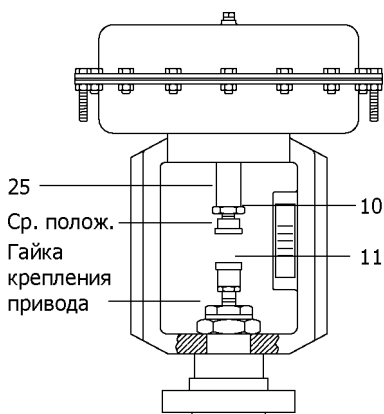

Рис. 2
3.1 Монтаж привода PN9000E на клапане (Рисунок 2 и 3):
- Снимите переднюю и заднюю скобы (13) и (14), затем снимите адаптер (11).
- Убедитесь что плунжер находится в нижнем положении, накрутите адаптер на шток клапана (11)
Для перенастройки диапазона необходимо выполнить следующее (Рис. 2)